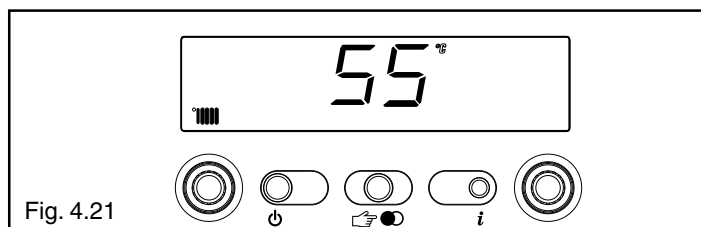

Fig. 4.21
- 3 visualizza la temperatura riscaldamento settata (fig. 4.21)